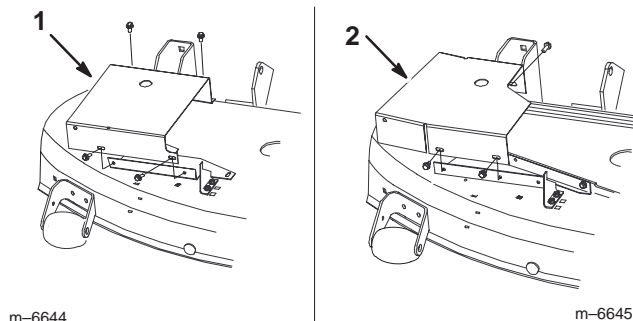

**Figure 35**
1. Déposez le couvercle de la courroie de souffleur en retirant les 2 contre-écrous (1/4 pouce) et les 2 boulons (1/4 x 5/8 pouce) (Fig. 35).